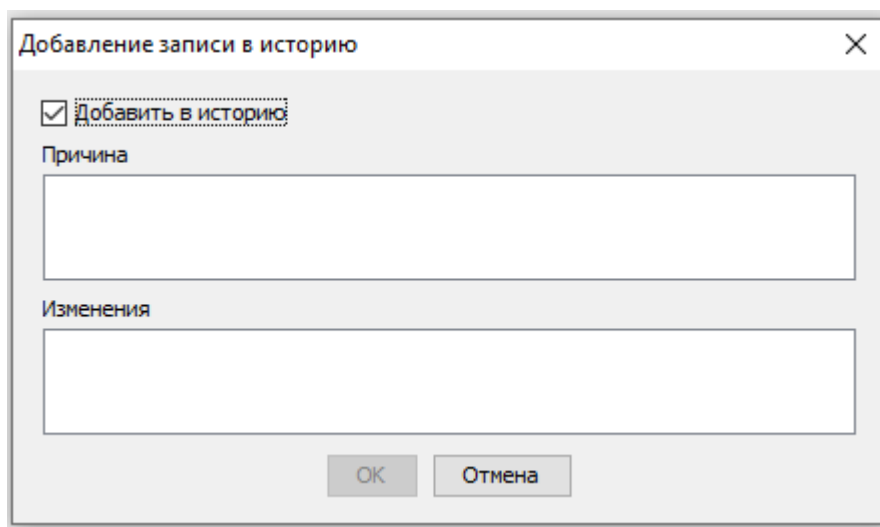

Рисунок 24 – Добавление записи в историю
2. Заполнить поля «Причина» и «Изменения» и нажать кнопку «ОК» (Рисунок 24).